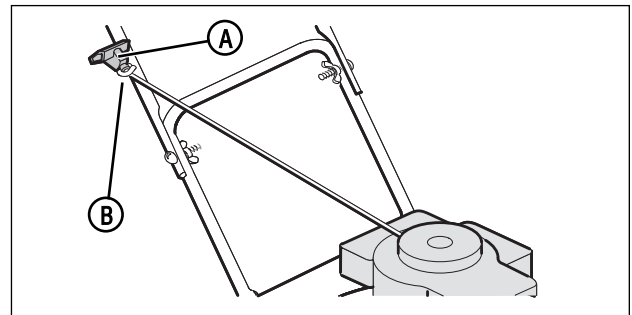

Figura 3: Sujeción del mango del cable retráctil de arranque
5. Oprima la palanca de parada del motor contra el asidero. (Consulte la sección titulada 'Palanca de parada del motor'). Hale lentamente el mango (**A, Figura 3**) del cable retráctil de arranque. Hale lentamente el mango (**A, Figura 3**) del cable retráctil de arranque. Para sujetar el mango del cable retráctil de arranque a la guía (**B**) del cable, entrelace el cable a través de la guía de cable montada en el lado derecho del asidero.